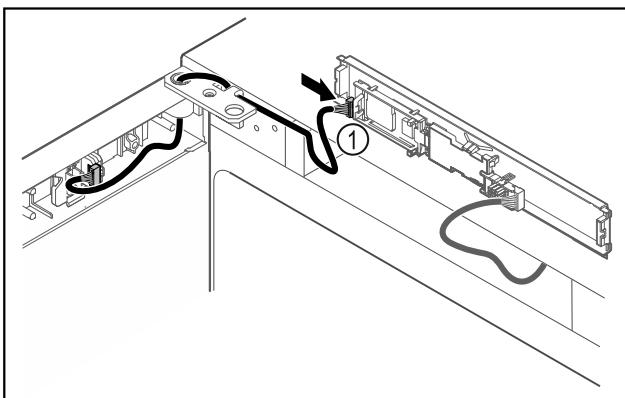

Fig. 48
- Συνδέστε το φίς Fig. 48 (1) στην πλακέτα.